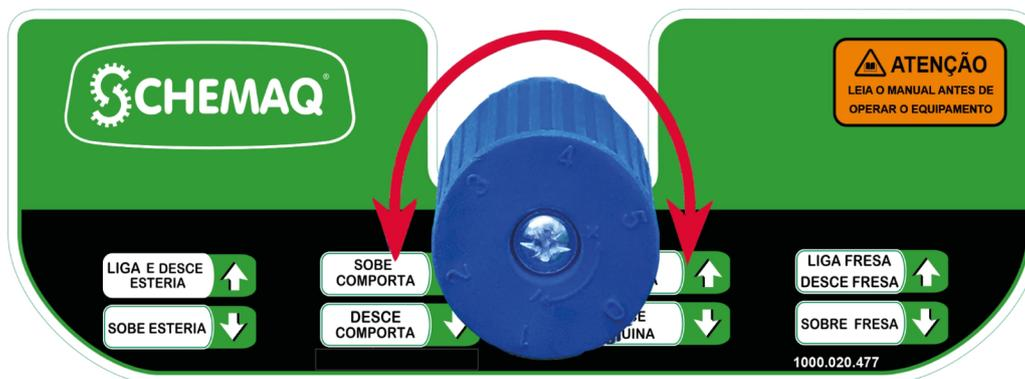

Figura 6.1 – Regulador de vazão.
3. Para remover a silagem com o rolo fresa acione a alavanca “LIGA FRESA DESCE FRESA”, com a TDP em baixa rotação, controle a velocidade de descida do rolo fresa abrindo ou fechando a válvula de fluxo de óleo, figura 6.1. Controle a velocidade de giro do rolo conforme a rotação TDP.